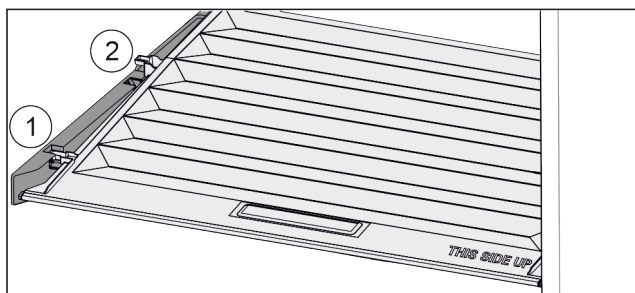

Fig. 21
- Потянуть крышку до отверстия в поддерживающих деталях вперед Fig. 21 (1).
- Поднять сзади снизу и извлечь Fig. 21 (2) движением вверх.